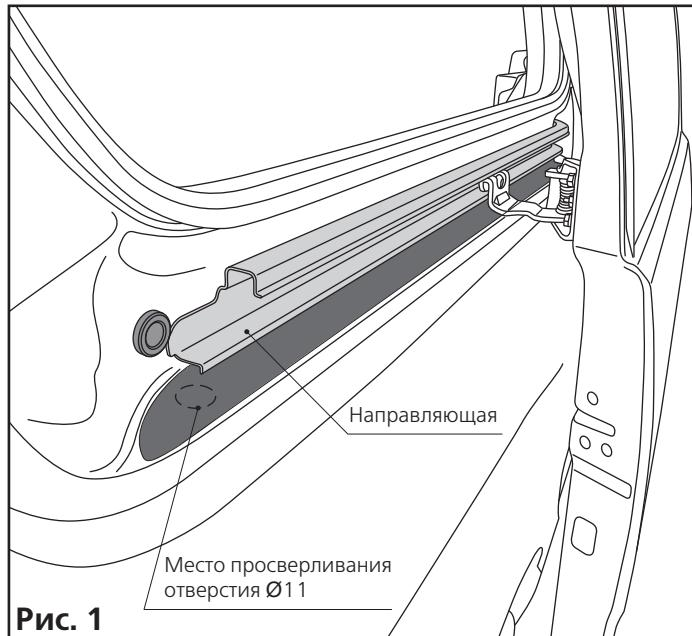

Рис. 1
3.5.5 Закрепите ролик задний с помощью приваренного болта M6, шайбы закладной и гайки M6, как на рис.1, стр. 32.